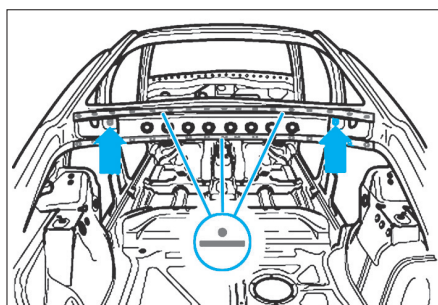

FIG. 43
- Ajuster la pièce neuve par rapport aux trous (flèches) (Fig.43) situés au niveau de la partie intérieure du cadre de pavillon à l'arrière.